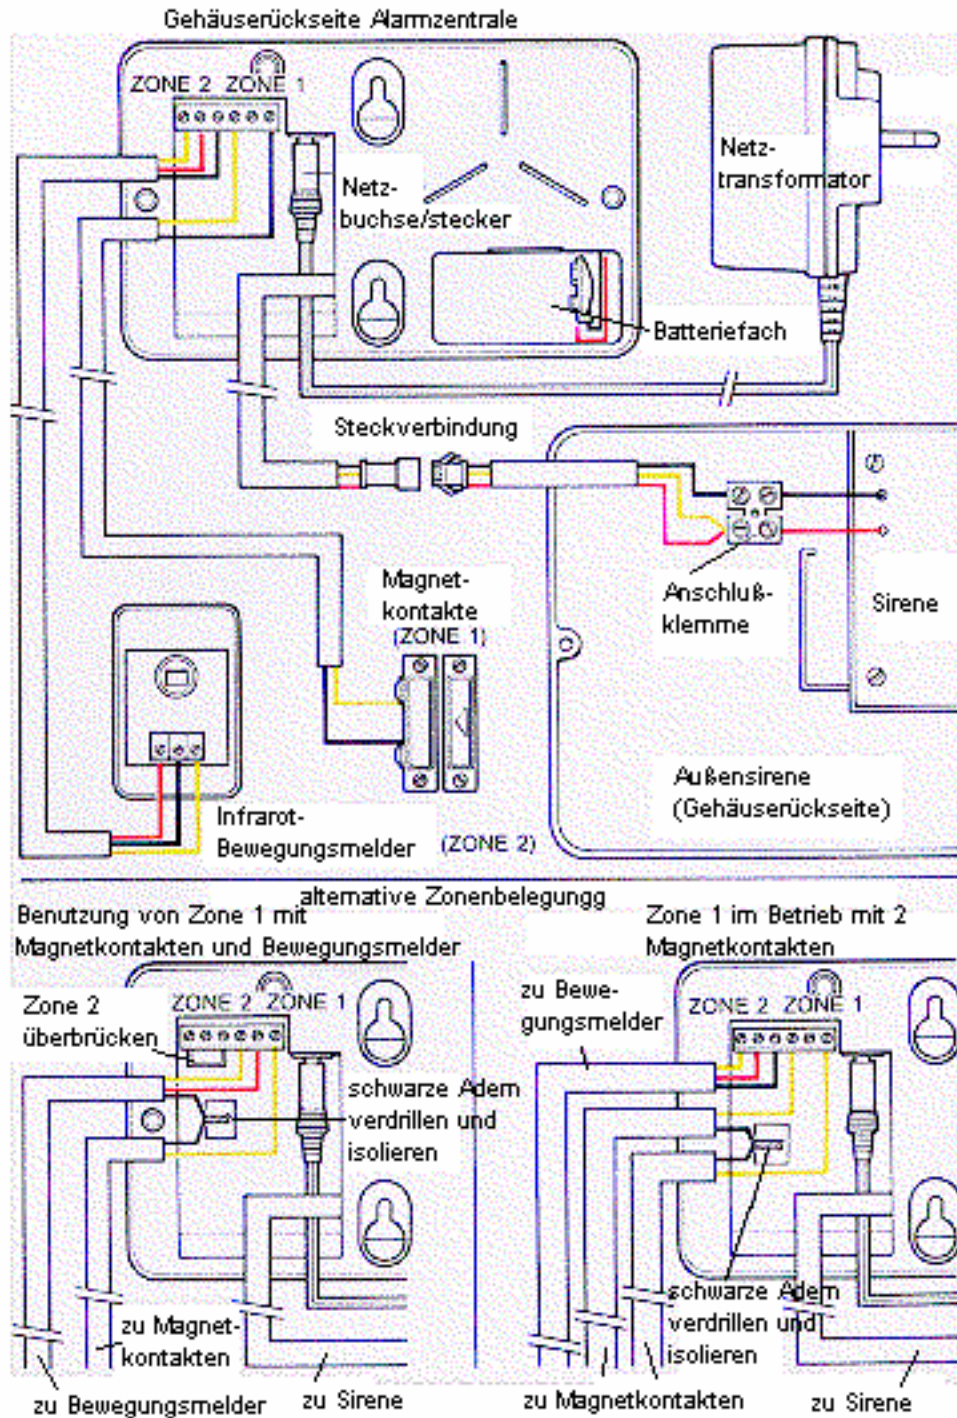

Bild 1: Anschlußplan
1. Verlegen sie das Kabel für den Bewegungsmelders bis zur gewünschten Position. Schneiden Sie es auf die entsprechende Länge zurecht. Entfernen Sie die äußere Kabelhülle an beiden Enden (ca. 3 cm), und isolieren Sie die Aderenden ab. Nehmen Sie die Zentrale von der Halterung, und lösen sie die Anschlüsse der Klemmleiste für Zone 2. Schließen Sie die abisolierten Aderenden an die mit den entsprechenden Farben beschrifteten Klemmen (s. hierzu auch Bild 1). Hängen Sie die Zentrale wieder ein, und verlegen Sie das Kabel mit Hilfe der Kabelclips bis zum Bewegungsmelder. Sollten Sie zusätzliches Alarmkabel benötigen, können Sie normales vieradriges Alarmkabel (z.B. VK 01) verwenden und eine Ader unbeachtet lassen.